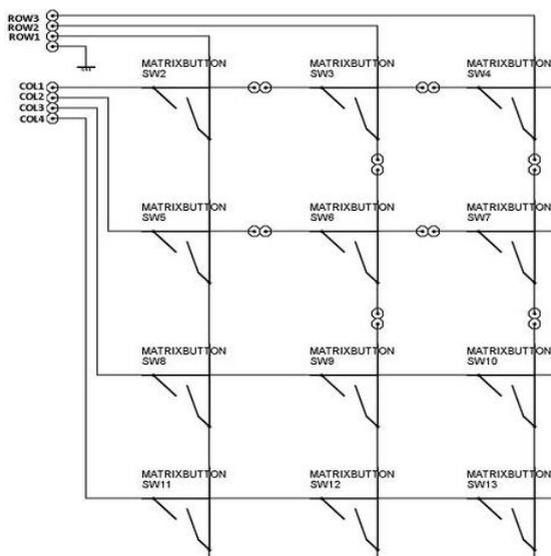

Рис. 3.23 – Схема конфигурируемой матричной клавиатуры
**Конфигурируемая матричная клавиатура** («7» на рисунке 3.15) состоит из 12 кнопок. В зависимости от решаемых задач кнопки могут использоваться автономно или соединены перемычками с помощью коммутации, например, в матричную клавиатуру 4x3 (рисунок 3.23).